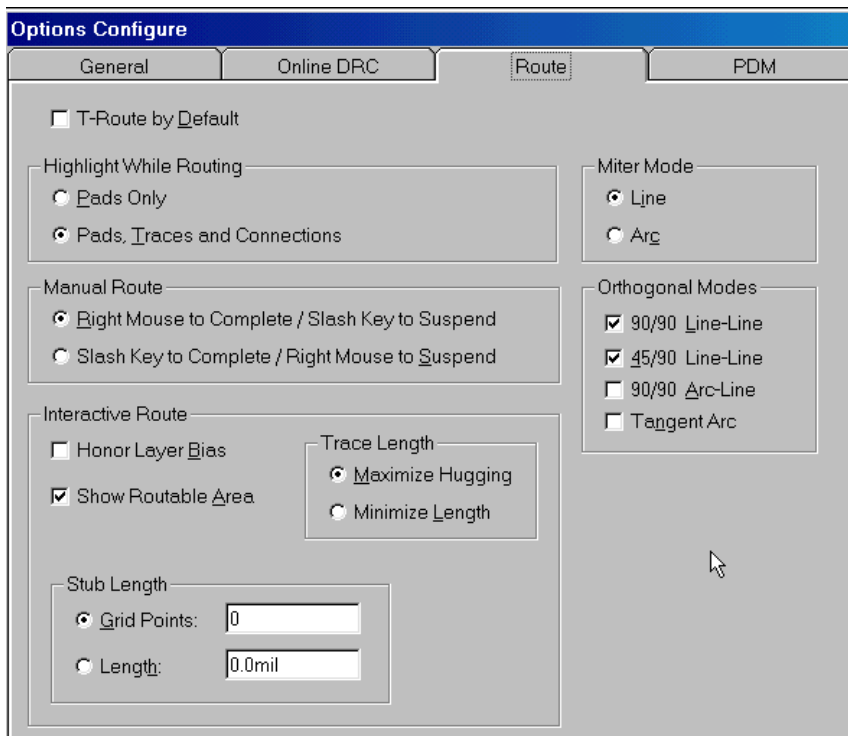

Рис. 7-4. Установка параметров трассировки
- 2) Установите параметры и флажки на ней, как показано на рис. 7-4.